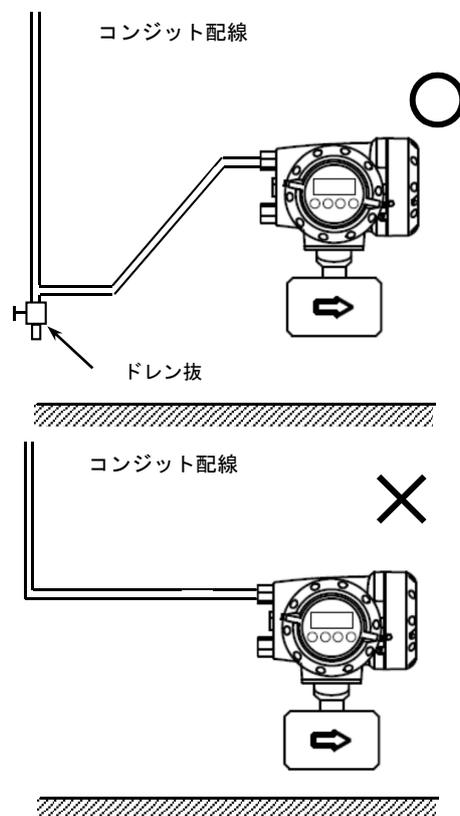

図1.5a
- 5) コンジット配線を行う場合には図1.5aに示すように配線接続口から下向きの傾斜を設けて、配線接続口にコンジットを通して水が流れ込まないようにしてください。